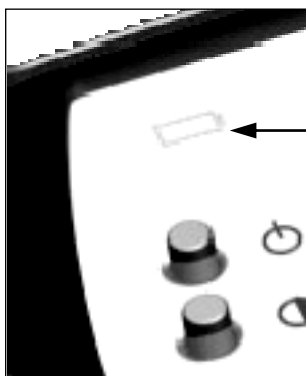

Fig. 2.0
- ☞ El LED de indicación "**Charge**" de la parte frontal se ilumina si las baterías están cargándose (véase fig.2.0)